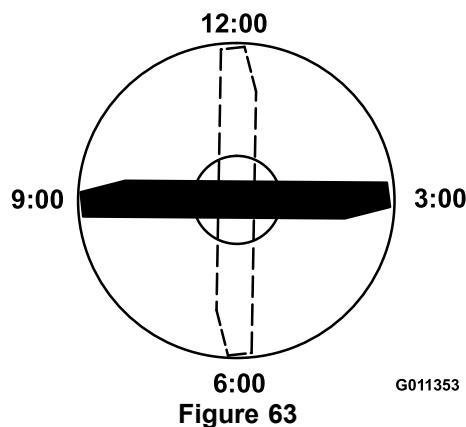

Figure 63
4. Positionnez le tranchant de l'extrémité repérée à la position 12 heures (droit devant dans la direction de la tonte) et mesurez la hauteur de la surface plane au tranchant de la lame (Figure 63).
5. Tournez l'extrémité repérée de la lame aux positions 3 et 9 heures et mesurez les hauteurs respectives (Figure 63).